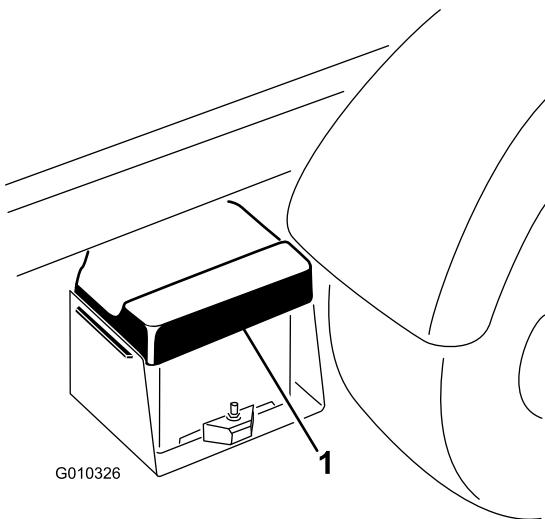

Figura 4
- A. Aperte a tampa da bateria para libertar as patilhas da base da bateria (Figura 4).
- B. Retire a tampa da bateria da base (Figura 4).